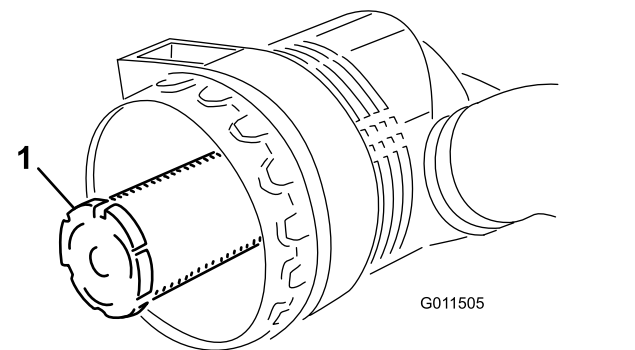

Рисунок 89
**Внимание:** Никогда не пытайтесь очистить контрольный фильтр (Рисунок 89). Заменяйте контрольный фильтр новым после каждых трех обслуживаний фильтра грубой очистки.